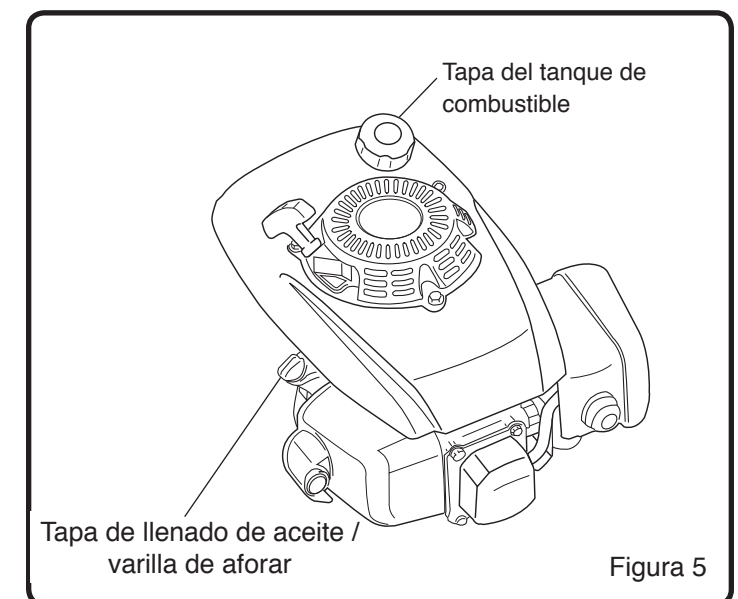

Figura 5
2. Retirar la tapa de llenado de aceite / varilla de aforar y enjuagarla con un paño. Consultar la figura 5 para determinar la ubicación de la varilla de aforar.
1. Limpiar la superficie alrededor de la tapa de combustible para evitar contaminación. (Véase la figura 5)
3. Empujar el bulbo del cebador tres veces; esperar dos segundos entre cada empuje. (Véase la figura 5)